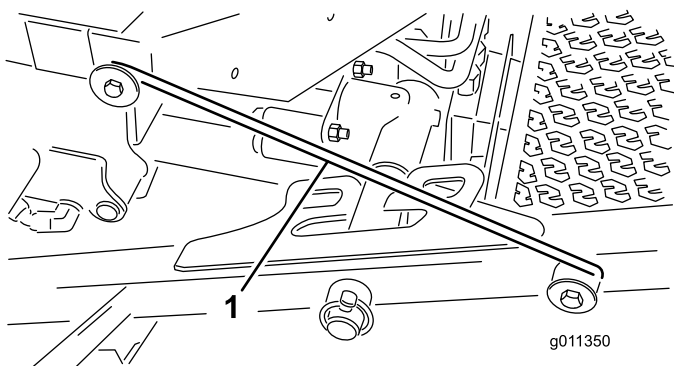

図 36
4. 前のキャリアフレームリテーナからラッチのロッド 図 36を外す。
5. 前カuttingデッキの外側を持ち上げ、運転台前部のフレームについているピンにラッチを掛ける 図 36。